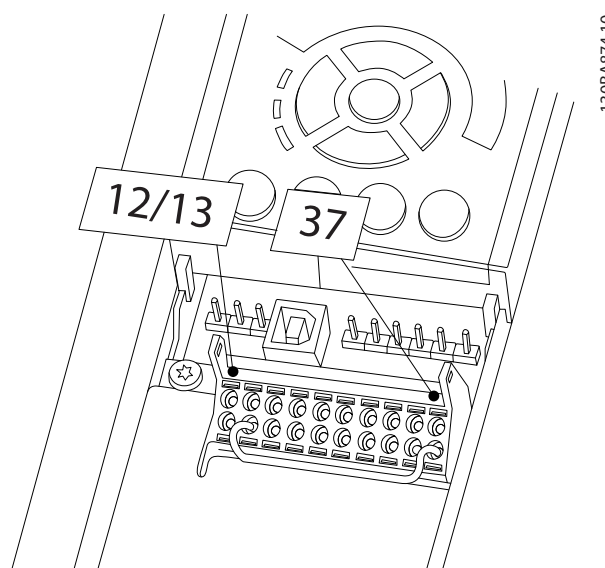

Abbildung 2.27 Drahtbrücke zwischen Klemme 12/13 (24 V) und 37
1. Entfernen Sie die Drahtbrücke zwischen den Steuerklemmen 37 und 12 oder 13. Ein Durchschneiden oder Brechen der Drahtbrücke reicht zur Vermeidung von Kurzschlüssen nicht aus. (Siehe Drahtbrücke in *Abbildung 2.27*.)
Wenn die Zustandszeile unten am LCP AUTO FERN MOTORFREILAUF oder *Alarm 60 Ext. Verriegelung* anzeigt, ist der Frequenzumrichter betriebsbereit, es fehlt jedoch ein Eingangssignal an Klemme 27. Nähere Angaben finden Sie in *Abbildung 2.27*.